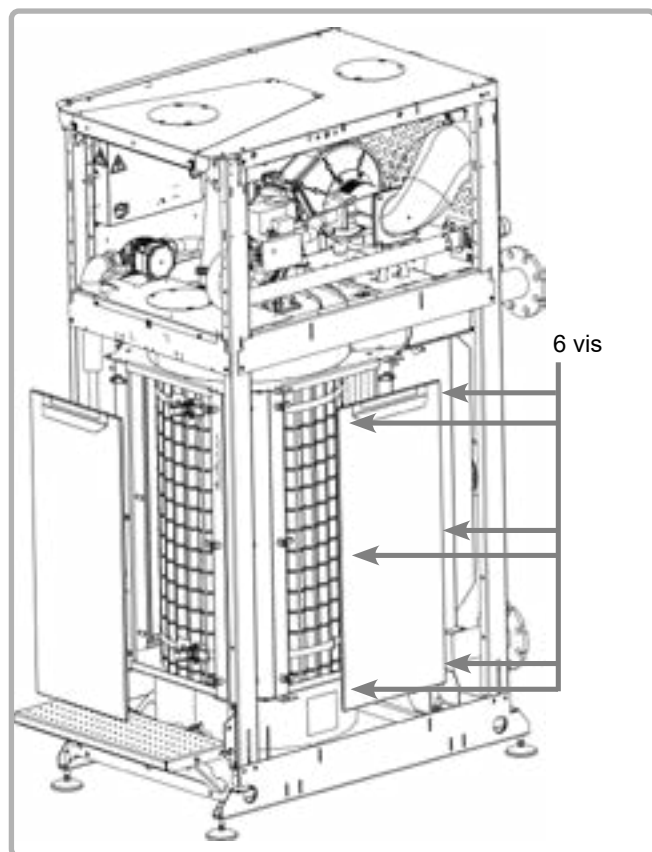

figure 49 - Démontage portes d'échangeur
- Retirer les joints de leur gorge et les remplacer par les nouveaux joints contenus dans le kit entretien (voir figure 49).